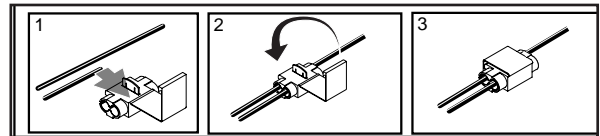

Fig. 1
- Das übrige Kabelteil an der linken Seite entlang zum Instrumentenbrett führen. Das rote Kabel an dem Bremsleuchteschalter befestigen. (Fig. 1.) Das orange Kabel mit dem beiliegenden Quetschverbinder an den Dauerplus (+30 gesichert) des Sicherungskastens anschließen. (Steckverbinder C).